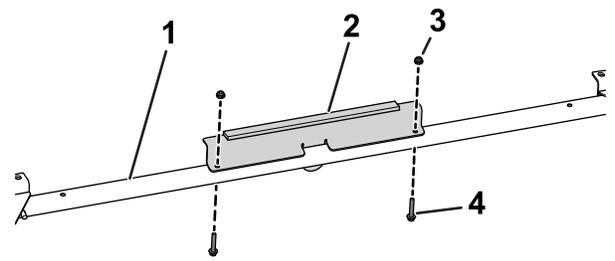

図 37
11. 前クロスリンクに前サポートを取り付ける六角ヘッドフランジボルト 1/4 x 1 1/2 インチ 2本、ナット 1/4 インチ 2個を使用する図 37。